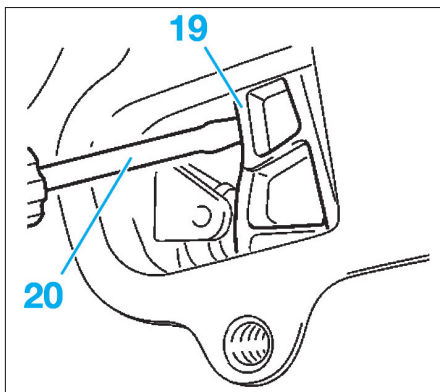

FIG. 81
- Agir sur le tendeur de chaîne (19) avec un tourne-vis (20) et serrer simultanément la vis de fixation du pignon d'arbre à cames (Fig.81).